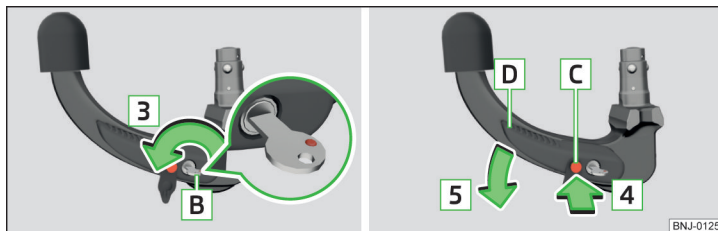

Fig. 234 Deblocarea încuietorii/ Apăsarea bolțului de desfacere în interior și apăsarea manetei de operare
- Rotiți cheia **B** în sensul săgeții **3**, în așa fel încât marcajul roșu al acesteia să indice în sus » fig. 234.